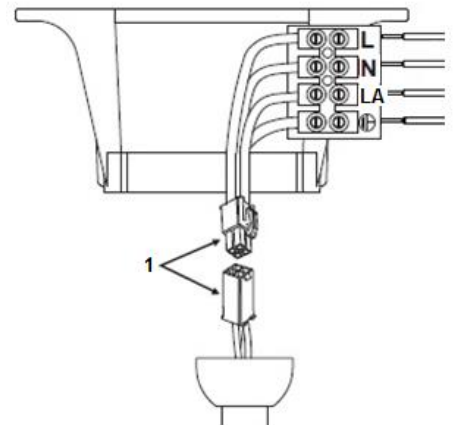

Fig. 12
- Brancher la prise femelle (moteur de ventilateur) et la fiche mâle (support de montage) ensemble (1 - Fig.12).